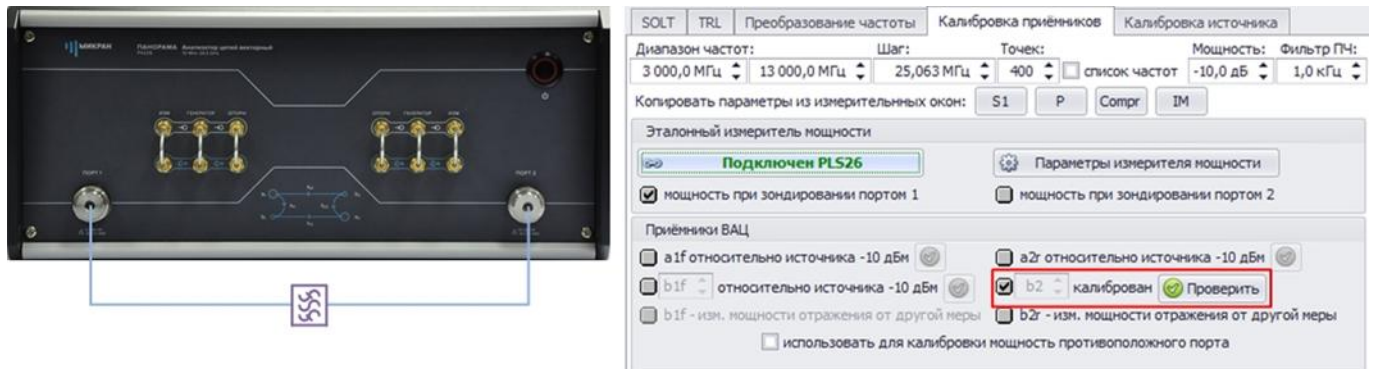

Рис. 13. Подключение фильтра к ВАЦ для калибровки.
11.4. Чтобы учесть потери в фильтре промежуточной частоты необходимо перенести плоскость калибровки к выходу IF измеряемого смесителя. Для этого снять флажок «калибровка приёмника b2». Соедините порты ВАЦ через используемый фильтр (рис. 13). Провести калибровку приёмника b2 повторно;